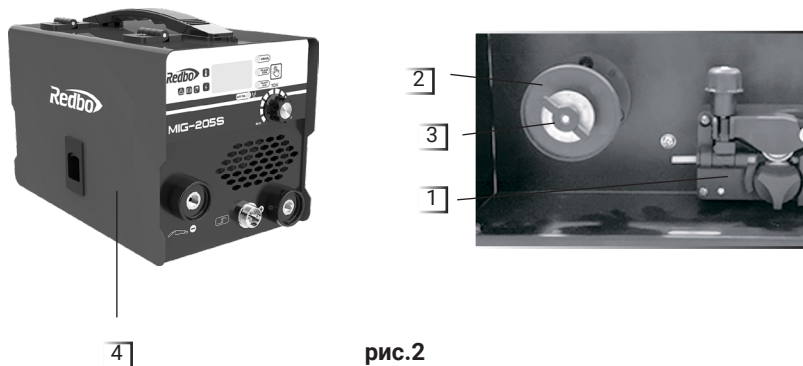
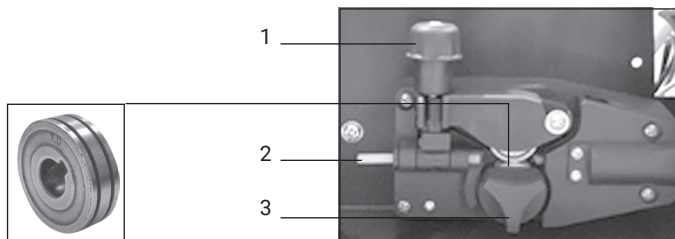

рис.2
рис.5
Сварочный инвертор выполнен в металлическом корпусе с вентиляционными отверстиями и снабжен вентилятором охлаждения для отведения излишнего тепла. На боковой панели расположен механизм подачи сварочной проволоки (рис.2 поз.1), шкив (рис.2 поз.2) и фиксатор шкива (рис.2 поз.3), скрытый под внешней крышкой (рис.2 поз.4) отсека подающего механизма.
10. Установите катушку с сварочной проволокой на шкив (рис.2 поз.2) так, чтобы при подаче проволоки катушка вращалась против часовой стрелки, для этого не-
обходимо открутить фиксатор шкива (рис.2 поз.1), установить катушку и зафиксировать ее в обратной последовательности, после чего пропустите сварочную проволоку в механизм подачи (рис. 5):
- открутите фиксатор изменения усилия зажатия (рис.5 поз.1) и откройте прижимной механизм подачи проволоки, отведя его вверх;
- проверьте, чтобы размер канавки ролика на прижимном механизме соответствовал диаметру используемой сварочной проволоки, при необходимости поменяйте положение ролика, открутив фиксатор ролика (рис. 5 поз.3) против часовой стрелки;
- пропустите проволоку внутри направляющей трубки (рис.5 поз.2) и дальше в механизм подачи;
- опустите прижимной механизм и установите необходимое усилие прижима ролика поворотом фиксатора (рис.5 поз.1);